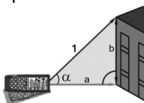

Abb. 12: Messung mit trigonometrischer Berechnung
3. Stellen Sie das Gerät in den Punkt (1), der dem Wert des gewünschten Messwinkels " α " entspricht (variabel von $\pm 65^\circ$ mit Querneigung nicht höher als $\pm 10^\circ$), der im ersten Display gezeigt ist, und drücken Sie die Taste oder die **MEAS** (siehe Abb. 12)
4. Der Wert des Abstands "1" erscheint im Ergebnisdisplay. Der Wert des Abstands "a" erscheint im dritten Display, berechnet als: $a = (1) \cdot \cos\alpha$. Der Wert des Abstands "b" erscheint im zweiten Display, berechnet als: $b = (1) \cdot \sin\alpha$